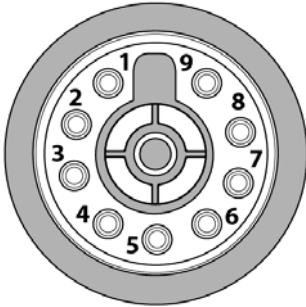

Рис. 8.2. Панельный разъём
3. Подключите кабельный разъём плазматрона к разъёму аппарата на передней панели (См. рис. 8.2). убедитесь в плотной фиксации соединения.